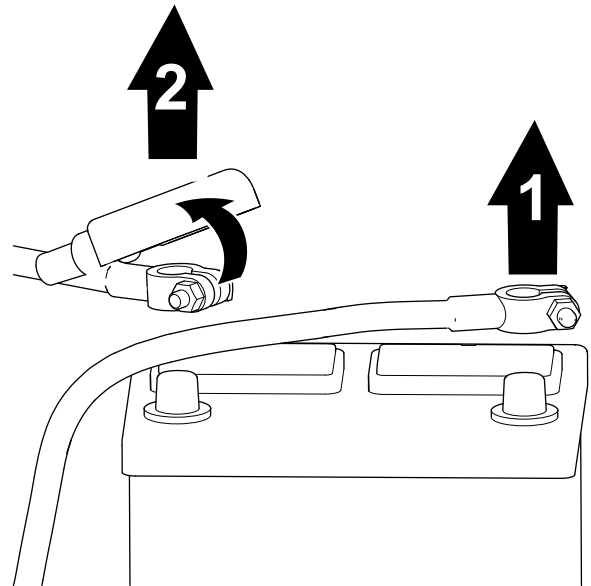

Figura 2
1. Retire el cable negativo del borne de la batería (Figura 2).
2. Eleve el aislante y retire el cable positivo de la batería del borne de la batería (Figura 2).